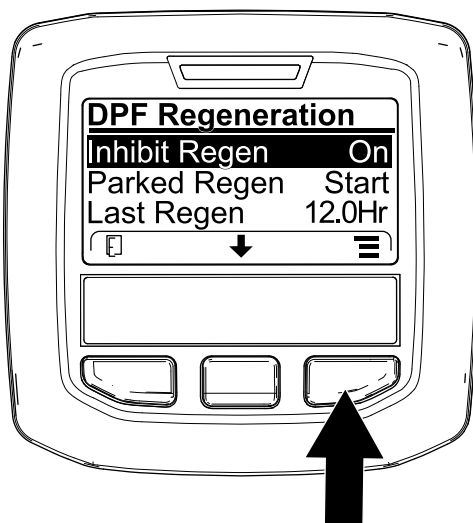

Figure 38
1. Accédez au menu Régénération du FAP, appuyez sur le bouton central pour défiler jusqu'à l'option INHIBIT REGEN et appuyez sur le bouton de droite pour sélectionner l'option Inhibit Regen (Figure 38).
2. Appuyez sur le bouton de droite pour faire passer le paramètre Inhibit Regen de On à Off (Figure 38) ou de Off à On (Figure 39).